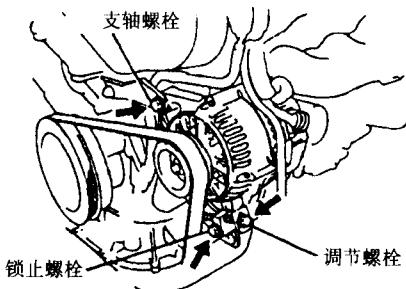

图 13 交流发电机装配螺栓——
①拆下蓄电池负极接线。
②松开发电机支轴螺栓、调节锁止螺栓与调节螺栓 (图 13)。